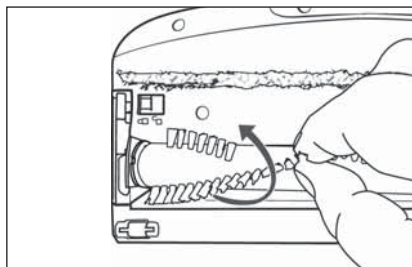

Fig. 30
- 3) Retirez le rouleau brosse **21** par les poils de la brosse de sol **22**. Tournez légèrement le rouleau brosse **21** pour pouvoir le retirer plus facilement (voir fig. 30).